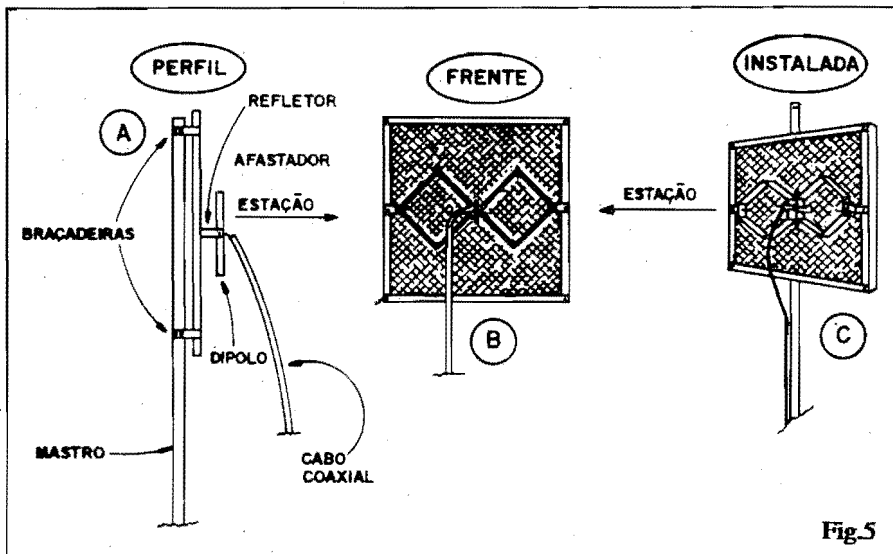

Fig.5
- **FIG. 5** - Visualizações diversas da antena já montada. Em 5-A temos um **perfil** do conjunto (já, inclusive, com o mastro de sustentação fixado às respectivas braçadeiras...). Observar a direção de captação da antena (seta "estação"). Em 5-B temos uma vista frontal da antena já formada, notando-se claramente a "centragem" da "borboleta" em relação ao quadro/refletor, atrás dela... Em 5-C temos uma perspectiva da antena instalada (novamente com a seta mostrando o sentido de captação da antena, ou direção da estação de TV-UHF que se deseja captar).
- A "borboleta" deve ficar na **horizontal** (e não "em pé"), conforme sugere as figs. 5 e 6. Se colocada em pé, ela trabalhará "contra" a polarização normal dos sinais de UHF, tendo como resultado uma grande queda no rendimento e sensibilidade da antena